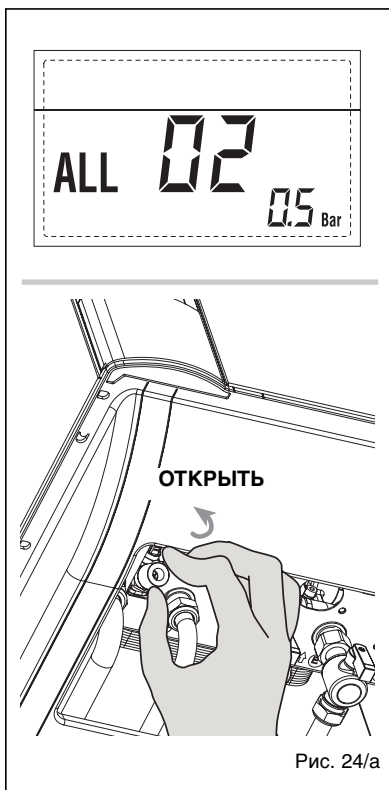

Рис. 24/а
**– НЕПОЛАДКА ВЫСОКОГО ДАВЛЕНИЯ ВОДЫ “ТРЕВ 03”** (рис. 24/б)